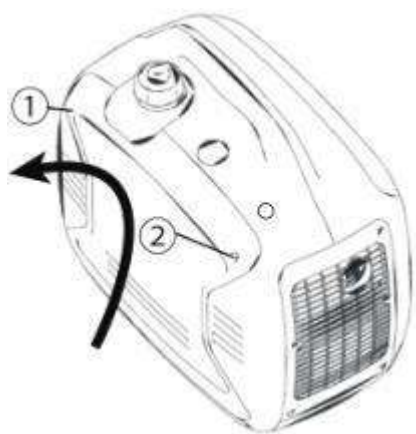

Figura 1
PARA AÑADIR EL ACEITE DE MOTOR NECESITARÁ QUITAR EL PANEL LATERAL DE LA UNIDAD (Figura 1).
Con un destornillador de cabeza Phillips #2 quite screws ① and ② (visto en la figura 1) y levántelo hacia arriba y hacia afuera para quitar el panel lateral.